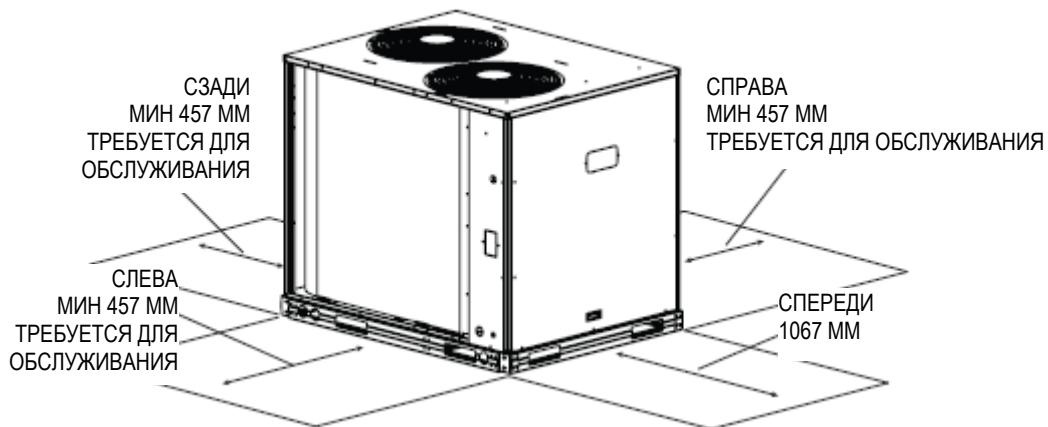

Рис. 4 — Свободное пространство вокруг блока – размеры
- зазоры для работы блока, а также доступа для обслуживания снизу, с боковых сторон и сверху, в соответствии с чертежами блока, См, рис. 4.